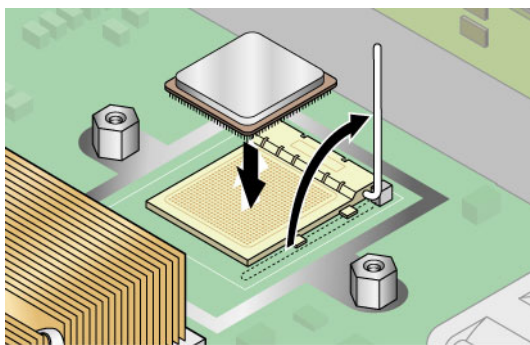

図 4-36 CPU のソケットへの取り付け
2. ソケットの取り外しレバーが全開となる垂直の位置にあることを確認します (図 4-36 を参照)。